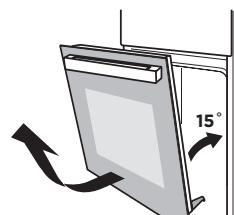

Figura 2
2. Mbyllni derën në një kënd afërsisht  $15^\circ$ . Ngrijeni dhe nxirreni derën ngadalë nga furra. (Figura 2)